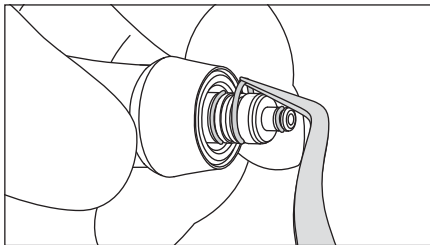

Fig. 18
*Se o pó aderir à secção dos anéis vedantes, retire-os e limpe as ranhuras e os anéis cuidadosamente. (Fig. 18)